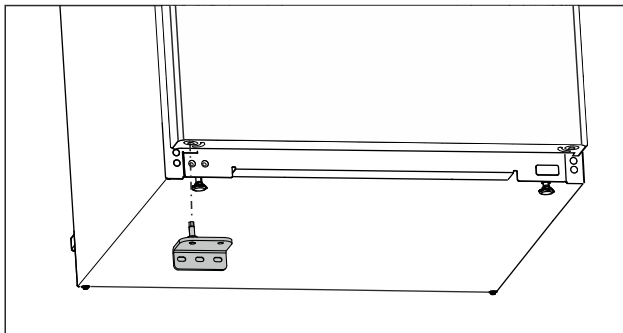

Fig. 25
- ▶ Włożyć dolną płytkę zawiasu po przeciwnej stronie. (patrz Fig. 25)